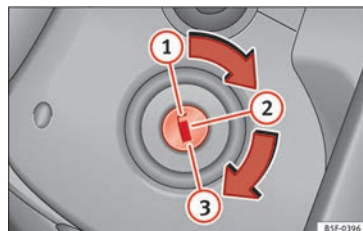

Fig. 145 Posizioni della chiave del veicolo.
- Girare la chiave fino a raggiungere la posizione  » » » fig. 145.
- Estrarre la chiave di accensione dalla posizione  » » » fig. 145 » » » .